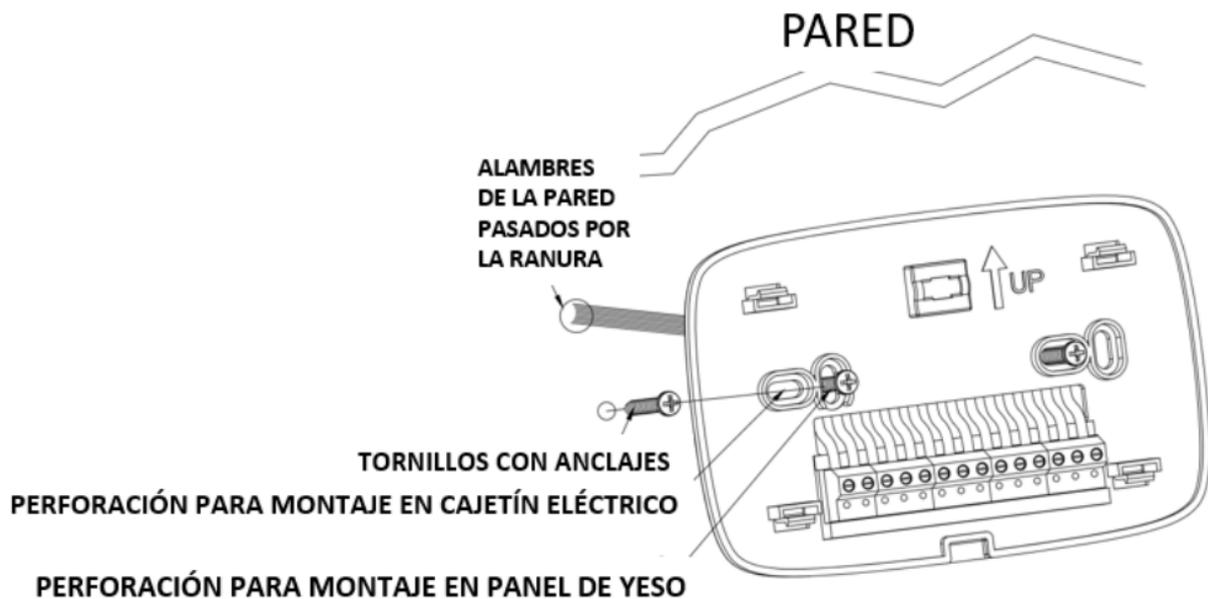

Fig.5 Placa para Conexiones.
4. Coloque la placa sobre las perforaciones y pase los cables por la apertura provista. Ver Fig. 5.